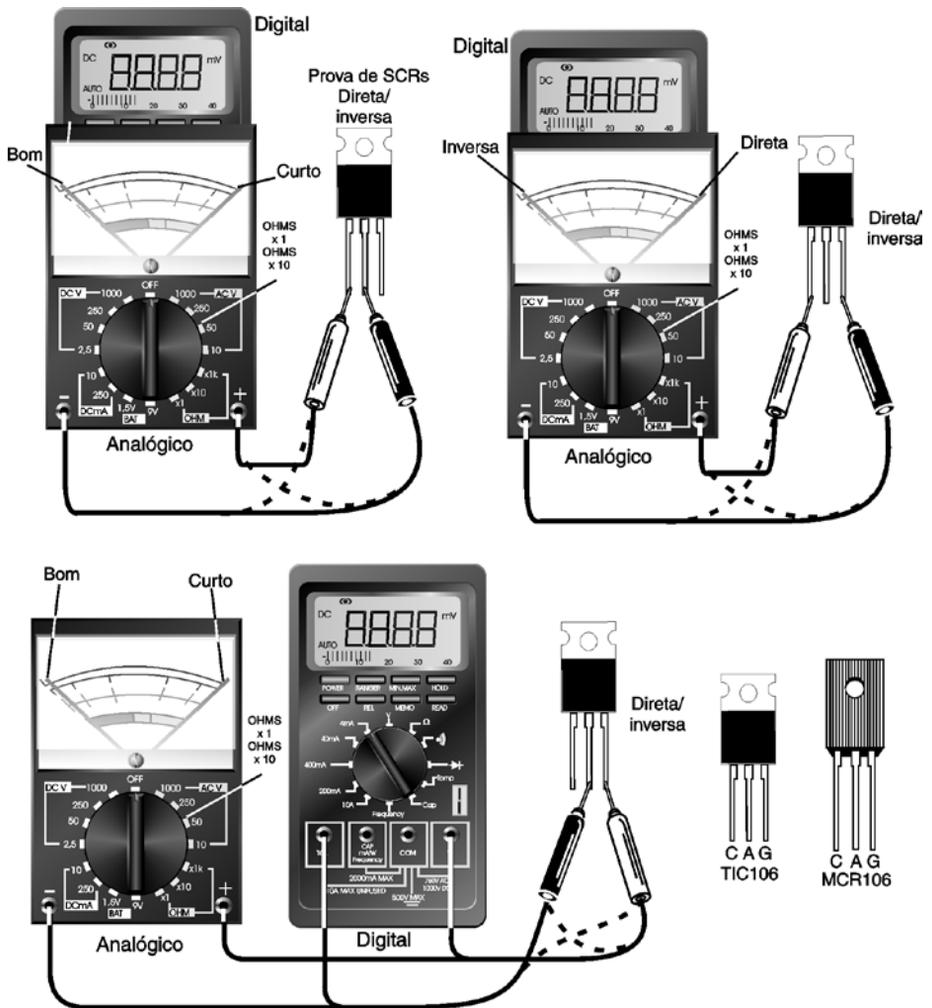

Figura 25
c) Compare as medidas obtidas com as mostradas na figura 25. Veja que apenas uma medida deve resultar em baixa resistência.
A figura 25 mostra os resultados das provas.
Se as medidas de resistências e continuidades forem as indicadas na figura 25, então o SCR provavelmente se encontra bom (esse teste não